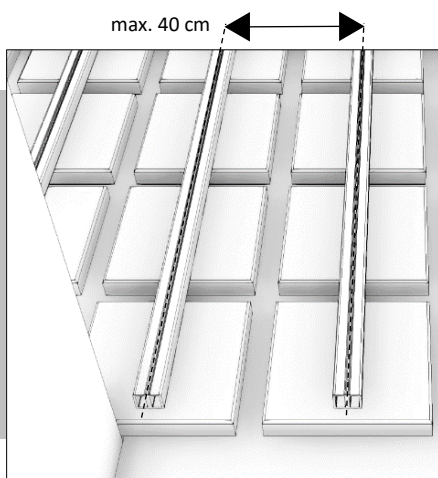

FIG. 1
- Om verzakking en vervorming van het terras tegen te gaan, dient u voor een vlakke en stabiele ondergrond te zorgen. Plaats de onderregels daarom nooit direct op bijvoorbeeld zand of gras, plaats in deze gevallen eerst stoep- of betontegels (Fig.1).
- Onderregels dienen maximaal 40 cm van elkaar te liggen (hart op hart) (Fig. 1). Dit geldt voor situaties waarin de terrasdelen haaks op de onderregels liggen. Wanneer de terrasdelen diagonaal geplaatst worden (onder 45°) dienen de onderregels maximaal 30 cm van elkaar te liggen (hart op hart).